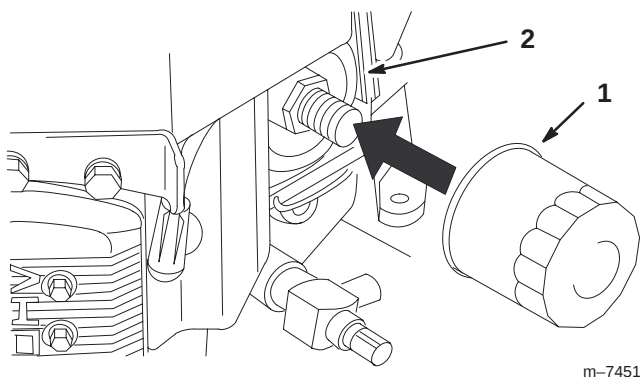

Figure 38
2. Déposez le filtre à huile usagé (Fig. 38).
3. Appliquez une fine couche d'huile neuve sur le joint en caoutchouc du filtre de rechange (Fig. 38).
4. Posez le filtre à huile de rechange sur l'adaptateur, tournez le filtre dans le sens horaire jusqu'à ce que le joint en caoutchouc touche l'adaptateur, puis serrez le filtre de 3/4 de tour supplémentaire (Fig. 38).